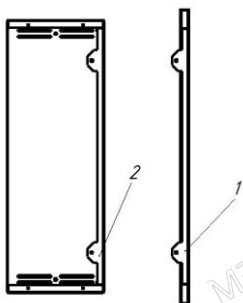
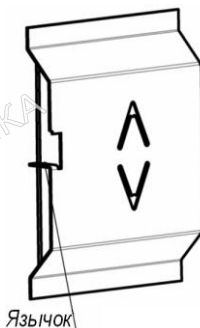

Рисунок 2 – Монтаж рамки
Рисунок 3 – Фиксация стекла
При монтаже встроенного шкафа выставьте шкаф в нише, обеспечивая равномерный зазор. Зафиксируйте шкаф в нише, заполните зазор между корпусом шкафа и стенками ниши строительным раствором или другим способом, обеспечивающим жесткое надежное крепление, не деформирующим корпус шкафа. Вставьте рамку (Рисунок 3, поз.1) в корпус шкафа (Рисунок 2, поз.2).
8.9 Повесьте запасные ключи от замков в соответствующий карман, закрытый стеклом (Рисунок 3).